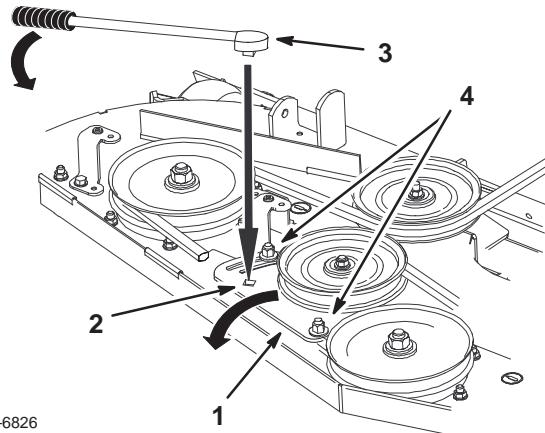

Bild 75
5. Lösen Sie die Mutter, mit der die Spannscheibenplatte befestigt ist, und bewegen Sie die Spannscheibenplatte, um die Riemenspannung auf der Spannscheibe zu lösen. Nehmen Sie dann den abgenutzten Mähwerkriemen ab (Bild 75).
5. Wenn eine Einstellung erforderlich ist, lösen Sie die Mähwerkspannplatte und stellen Sie diese ein (Bild 75).
6. Setzen Sie eine Rätsche oder ein Brecheisen in das rechteckige Loch in der Mähwerkspannplatte ein, um die Spannung einzustellen (Bild 75).
7. Wenn Sie die Spannung erhöhen möchten, drehen Sie die Mähwerkspannplatte, bis Sie einen Widerstand spüren und die Drehung aufhört. Drehen Sie nicht nach dem Anschlag weiter (Bild 75).
8. Ziehen Sie die Spannsplattenschrauben fest (Bild 75).
10. Stellen Sie ggf. die Riemenspannung und die Spanscheibe ein, und ziehen Sie alle Schrauben richtig fest (Bild 75).